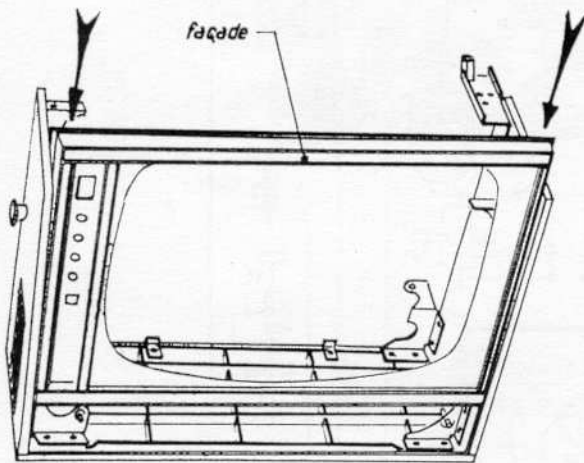

Fig. 7
- f) Glisser la façade dans les rainures des côtés en écartant légèrement ceux-ci, Fig. 7